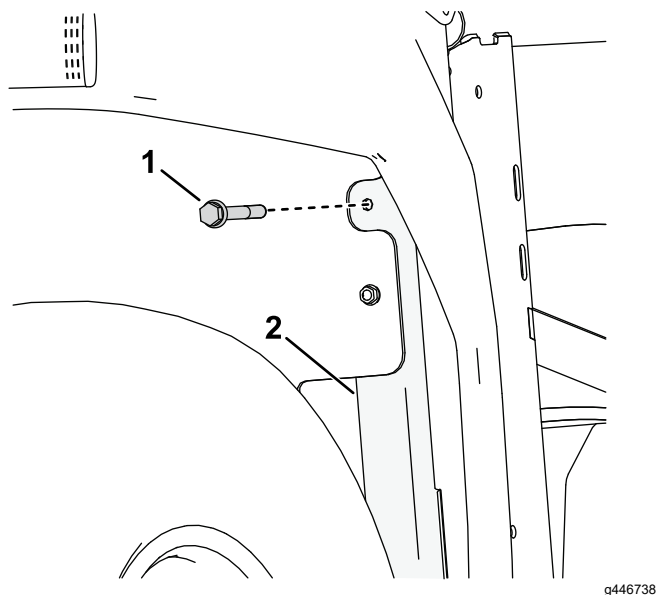

Figura 10
5. Inserite il bullone di chiusura (5/16" x 2 1/2") attraverso il foro praticato nella parte anteriore del tubo del telaio (Figura 10).